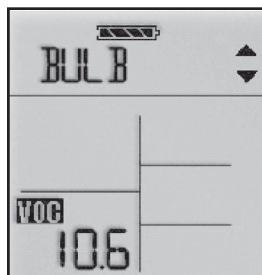

Figura 15:
2. scorrere e selezionare -BULB- (Figura 15)